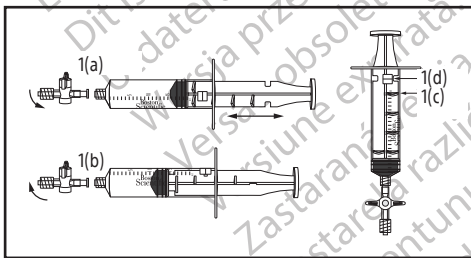

Abbildung 1
1. Den Absperrhahn (Abbildung 1(a)) untersuchen. Der Absperrhahn hat zwei Luer-Anschlüsse zur Befestigung der Nadel und Spritze. Bei geöffneter Stellung des Absperrhahns ist ein Luftaustausch möglich. Der Absperrhahn ist geöffnet, wenn er parallel zur Spritze ausgerichtet ist, und geschlossen, wenn er senkrecht zur Spritze steht (siehe Abbildung).
2. Die Spritze untersuchen (Abbildung 1). Der Spritzenzylinder hat einen Einhängestift (Abbildung 1(d)) und der Spritzenkolben vier Arretierungen (Abbildung 1(c)). Die Spritze kann über die Kolbenbewegung im Zylinder arretiert und gelöst werden. Zum Arretieren der Spritze den Kolben zurück ziehen, bis das gewünschte Ansaugvolumen erreicht ist (Abbildung 1(a)). Den Kolben im Uhrzeigersinn drehen, sodass der Einhängestift an den Arretierungen des Kolbens einrastet (Abbildung 1(b)). Zum Lösen den Kolben gegen den Uhrzeigersinn drehen.